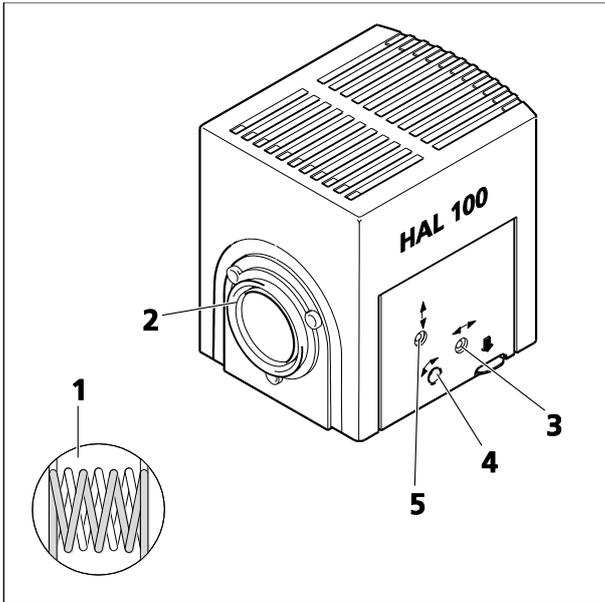

图 3-19 调整 HAL 100 卤素灯
- 使用球头螺丝刀 (宽度 A/F 3) 设置调节螺钉 (图 3-19/3)，使灯丝的两个图像在投影表面上实现最佳对焦效果。
- 然后，设置调节螺钉到 (图 3-19/4 和 5)，直至一个图像上的灯丝准确覆盖滤色镜图像 (图 3-19/1) 的间隙。
- 取下目镜，使用调节螺钉 (图 3-19/4 和 5) 将灯丝及灯丝在瞳孔图像中的镜像置于中心。
- 设置调节螺钉 (图 3-19/3) 以优化瞳孔图像的照明均匀度。